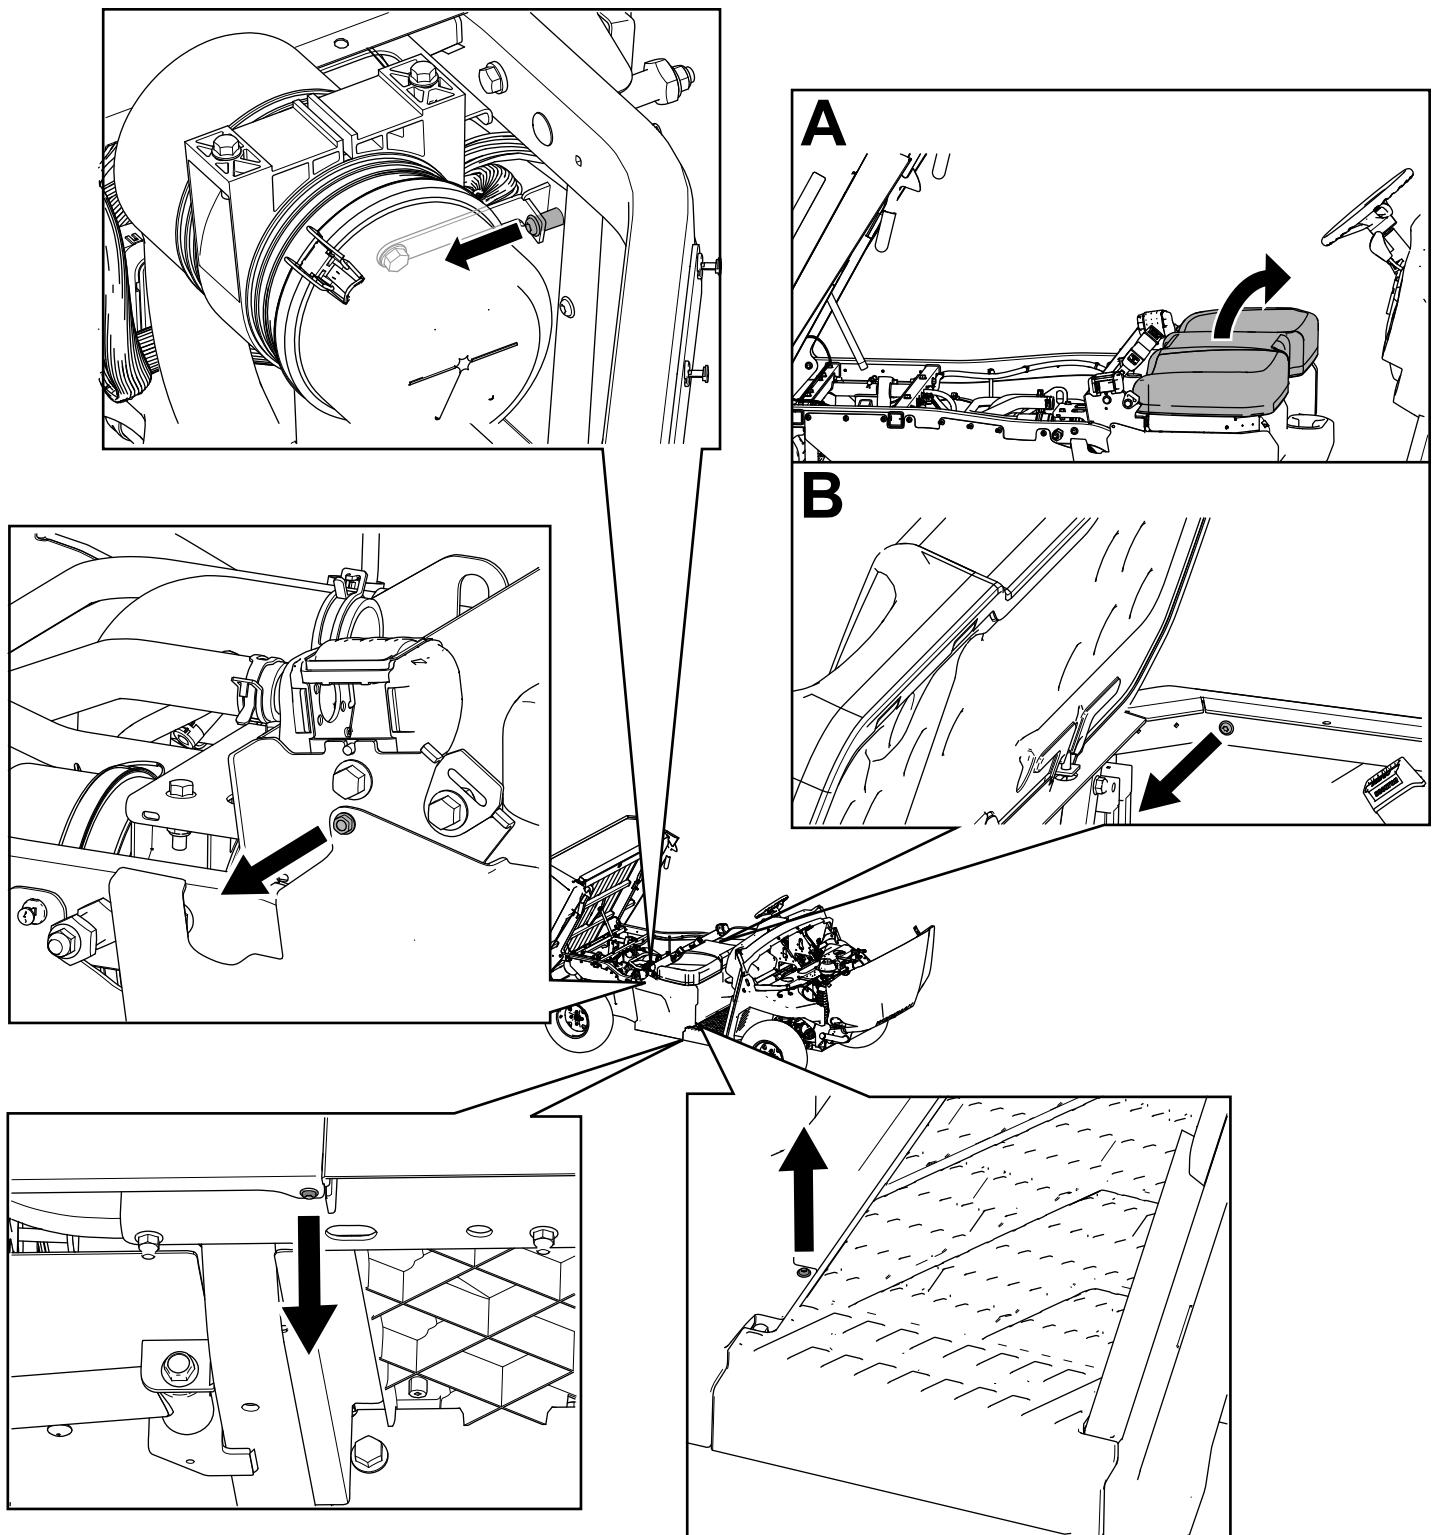

Figure 9
3. Retirez les boulons à tête hexagonale à embase (1/4" x 3/4") et les fixations à tête Torx T30 des panneaux de base gauche et droit du siège (Figure 9).